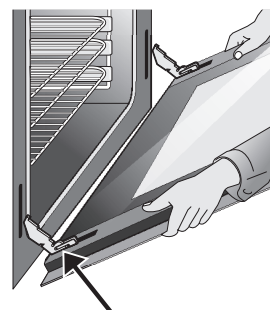

Figure 28: Retirez soigneusement la porte en tenant les deux côtés et en tirant les charnières hors du cadre de la porte
3. Tenez fermement les deux côtés de la porte du four (n'utilisez pas la poignée de la porte). (Figure 28).
4. Avant de terminer cette étape, soyez prêt à soutenir le poids entier de la porte du four tout en la saisissant par les côtés avec les deux mains. Tenez les côtés de la porte du four par le milieu. Fermez la porte du four à environ 4 po. du cadre de la porte. La porte du four doit se dégager elle-même du cadre. (Figure 28).
2. Positionnez l'angle de la porte par rapport à l'angle de retrait de la porte et, avec précaution, insérez complètement et uniformément les bras de charnières de la porte dans les nervures des charnières de la porte. Libérez-vous prudemment du poids de la porte de manière à ce que le four soutienne la porte. (Figure 28).